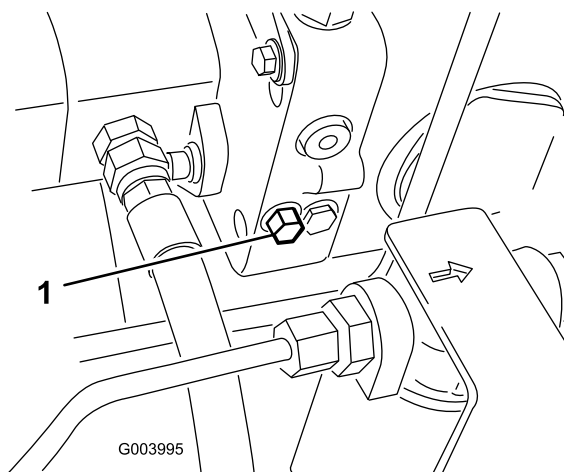

Figura 24
1. La valvola di bypass è situata sul lato sinistro dell'idrostatato (Figura 24). Fate ruotare di un giro e mezzo il bullone per aprire e lasciare bypassare l'olio all'interno. Dal momento che il fluido viene bypassato, potete spostare lentamente la macchina senza danneggiare la trasmissione.